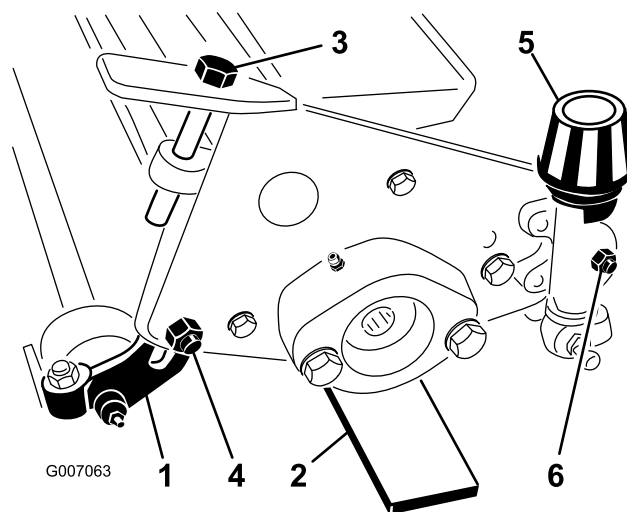

図 2
2. 後ホイール・ブラケットをサッチャー・フレームに固定しているロックナット（2個）をゆるめる（図 2）。
4. ユニットの左右についている調整用キャップスクリューを回して、後ホイール・ブラケットを一番高い位置まで上げる（図 2）。水平面上にホイールが接触し（そしてリール刃がゲージバーに接触している）状態にする；後ホイールが浮いている側のブラケットを
3. 左右の後ホイールが両方とも水平面に接している状態で、左右の刈高ノブのロックナットをゆるめる。前ローラの左右両端が水平面に接触するまで、刈高ノブを回して調整する。ローラと水平面との間に紙を差し入れて、ローラが面に密着していることを確認する。刈高ノブのロックナットを元通りに締める（図 2）。